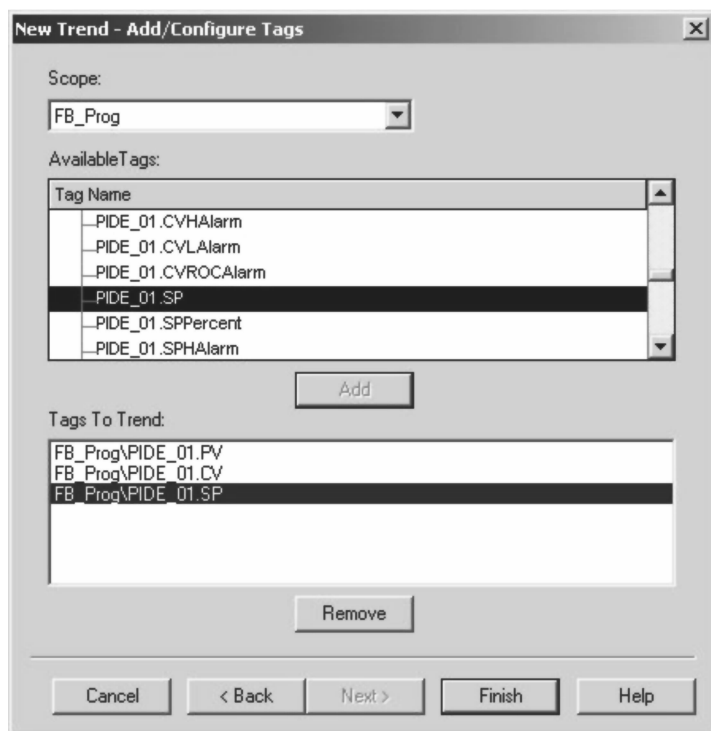

图 16-35 PIDE_01. CV 和 PIDE_01. SP 配置窗口
5. 对 PIDE_01. CV 和 PIDE_01. SP 元素重复步骤 4。配置窗口应如图 16-35 所示。